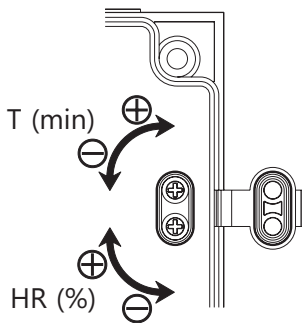

Fig.10
Регулировка значения влажности осуществляется при помощи потенциометра, который размещен в плате с печатной схемой (рис.10) после снятия решетки (1):
- Для регулировки устройства выдержки времени необходимо повернуть потенциометр “”, который размещен в плате с печатной схемой (рис.10):